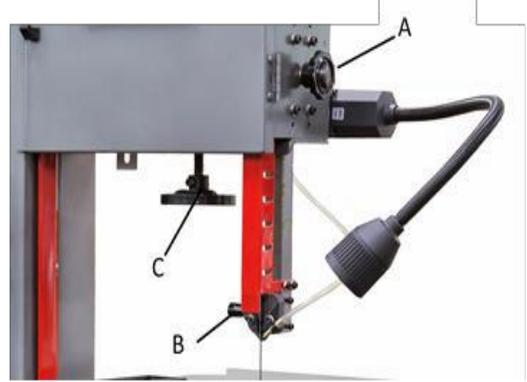

Figure 7
1. Lever le guide-lame supérieur en desserrant la manette de blocage (A, Figure 7) et en relevant la poignée du guide-lame (B, Figure 7) en position haute.
3. Pour tendre la lame, tourner la manivelle (C, Figure 7) dans le sens horaire. Pour détendre la lame, tourner la manivelle dans le sens antihoraire.